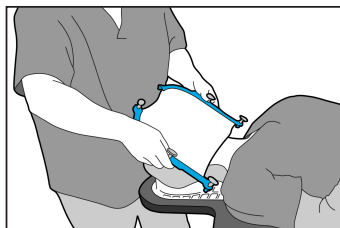

图2
4. 以勾住病人颞部下的热塑性塑料边缘开始，热塑性塑料以 45° 的角度向病人的面部倾斜 (图 2)。